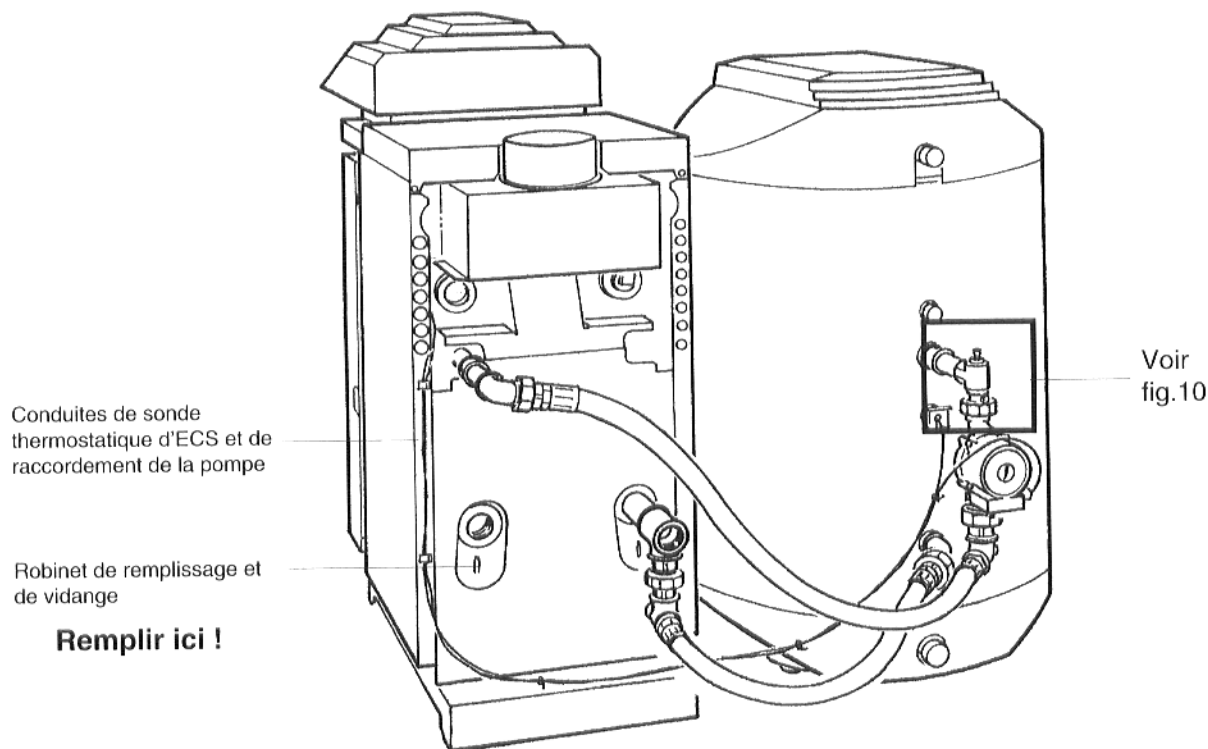

Fig. 9 : vue arrière, montage terminé
- Guider avec soin la conduite de la sonde thermostatique d'ECS et la conduite de raccordement de la pompe (notices de montage de la chaudière et du préparateur ; fig. 9).